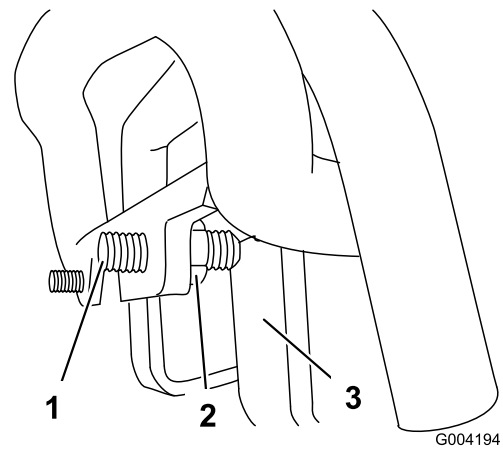

Figure 53
- Si la machine se déporte vers la **gauche**, desserrez l'écrou de blocage **droit** et ajustez la vis de réglage de correction directionnelle à l'avant de la commande de déplacement (Figure 53).
- Si la machine se déporte vers la **droite**, desserrez l'écrou de blocage **gauche** et ajustez la vis de réglage de correction directionnelle à l'avant de la commande de déplacement (Figure 53).